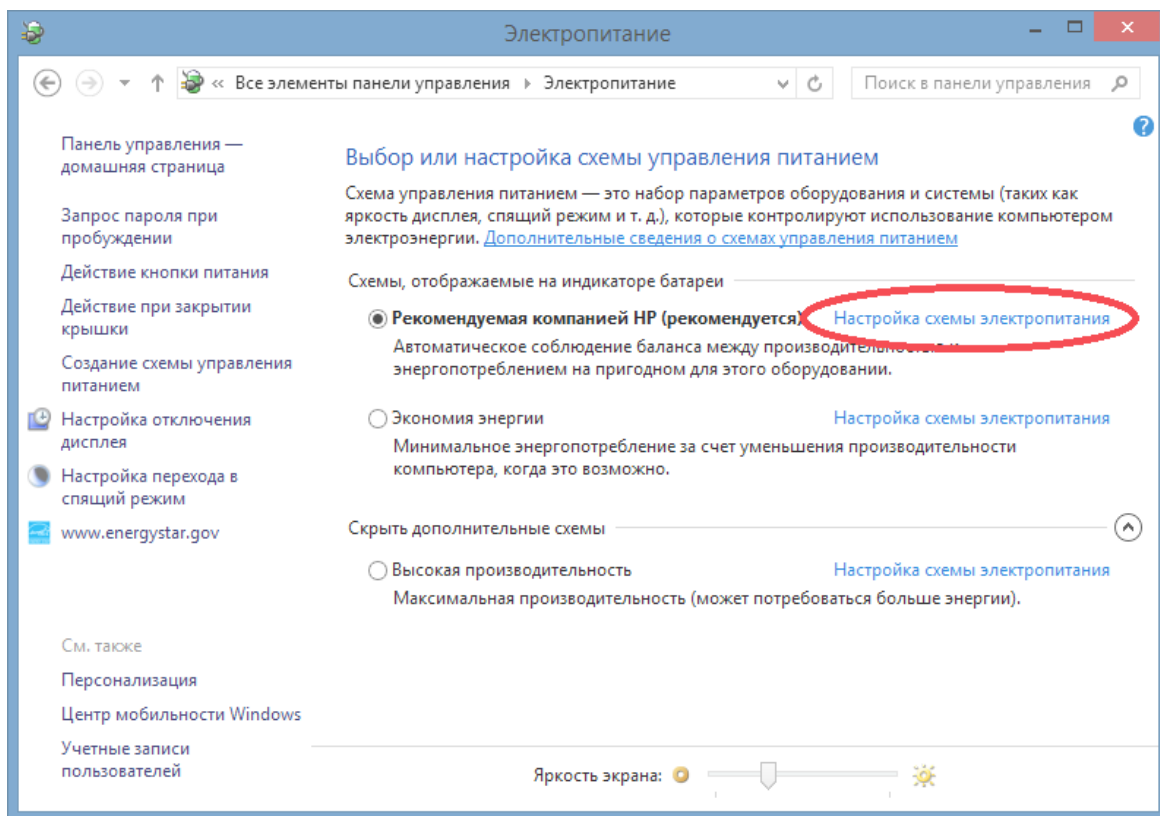

Рисунок 15
2) в окне «Электропитание» нажать ссылку «Настройка схемы электропитания» для каждой схемы (Рисунок 15);